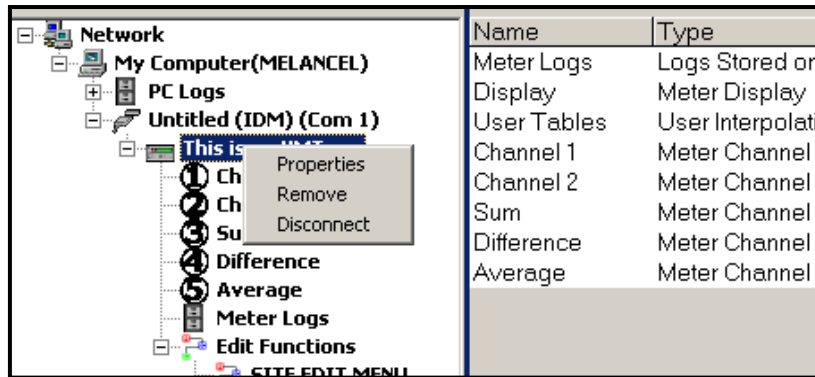

Figure 5: Option Propriétés dans le navigateur New Meter
2. Cliquez avec le bouton droit sur le XMT868i en surbrillance et cliquez sur l'option Propriétés, comme illustré à la Figure 5.